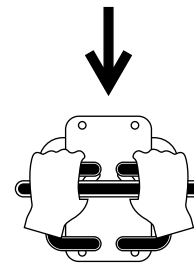

Figura 8
- Para desplazarse hacia atrás, mueva los dos controles de tracción hacia atrás (Figura 8).